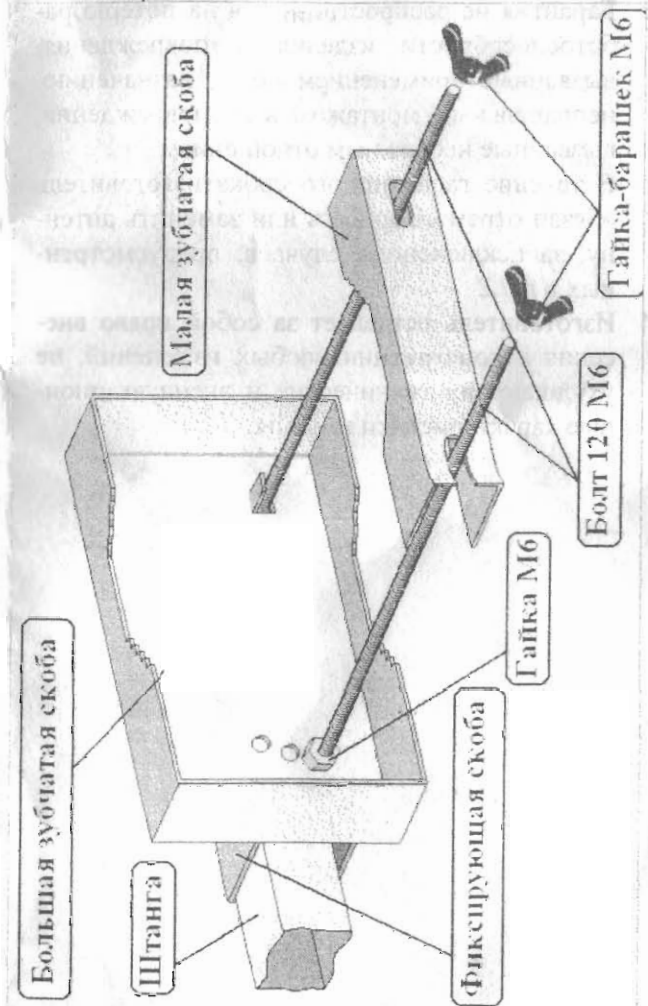

Рис. 4
6.3 Крепеж собранной антенны к мачте осуществляется узлом мачтового крепления за центр тяжести, в соответствии с Рис. 4.